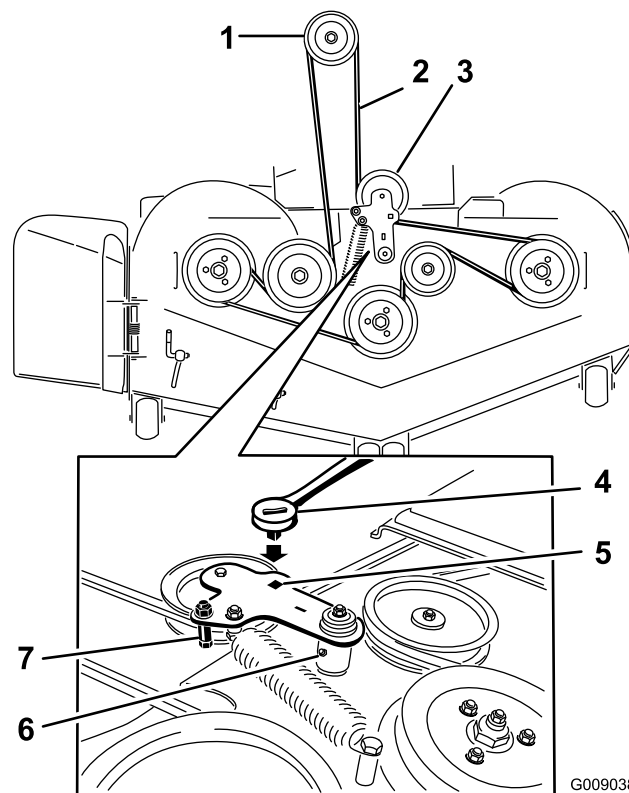
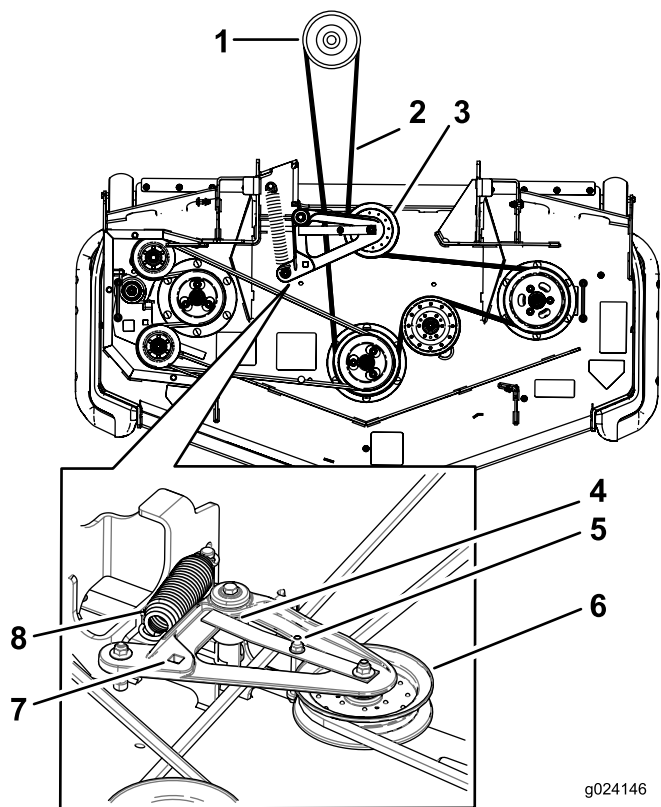

Figura 119
Figura 120
5. Eleve o painel do chão e insira um roquete no furo quadrado meio da plataforma (Figura 119 ou Figura 120).
6. Rode o centro polia no sentido contrário ao dos ponteiros do relógio, levante a patilha da guia da correia (apenas máquinas de descarga traseira) e retire a correia do cortador (Figura 119 ou Figura 120).